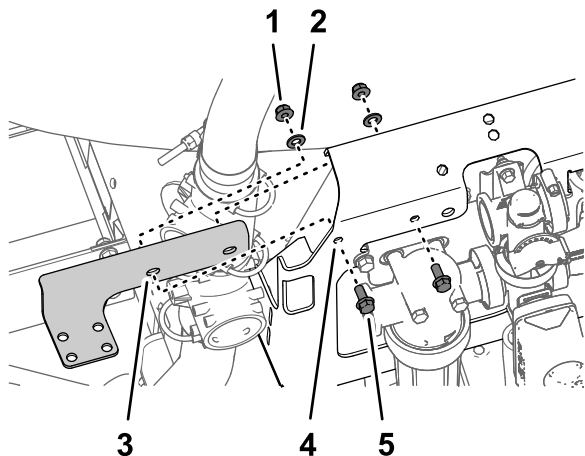

Figura 6
1. Montate la staffa di montaggio della valvola sulla parte anteriore del supporto delle valvole (Figura 6) con i 4 bulloni a testa flangiata (5/16" x 3/4"), 4 dadi di bloccaggio flangiati (5/16") e 4 rondelle (5/16").